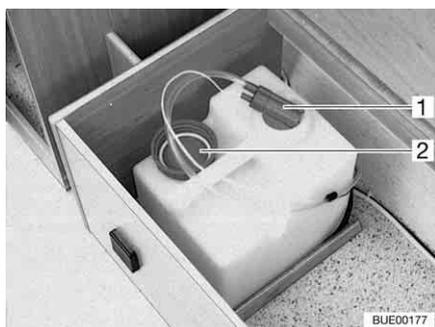

Fig. 162 Depósito de agua 16 l
Durante el transporte cierre el depósito de agua con la tapa de cierre (Fig. 162,2).
- Extraer la bomba de agua (Fig. 162,1) del depósito de agua.